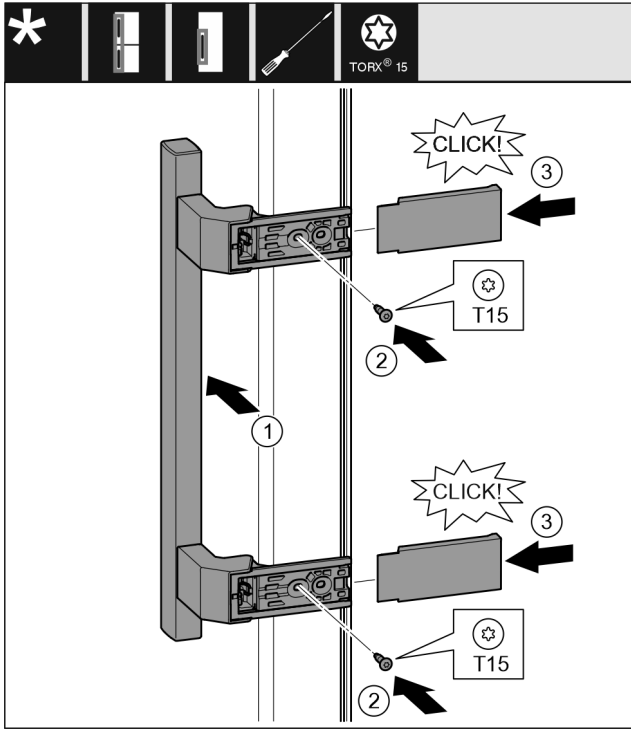

Fig. 20
- Aseta kahva vastapäiselle puolelle. Fig. 20 (1)
- Kierrä ruuvit kiinni T15-ruuvimeisselillä. Fig. 20 (2)
- Aseta suojukset sivulle ja työnnä paikalleen. Fig. 20 (3)